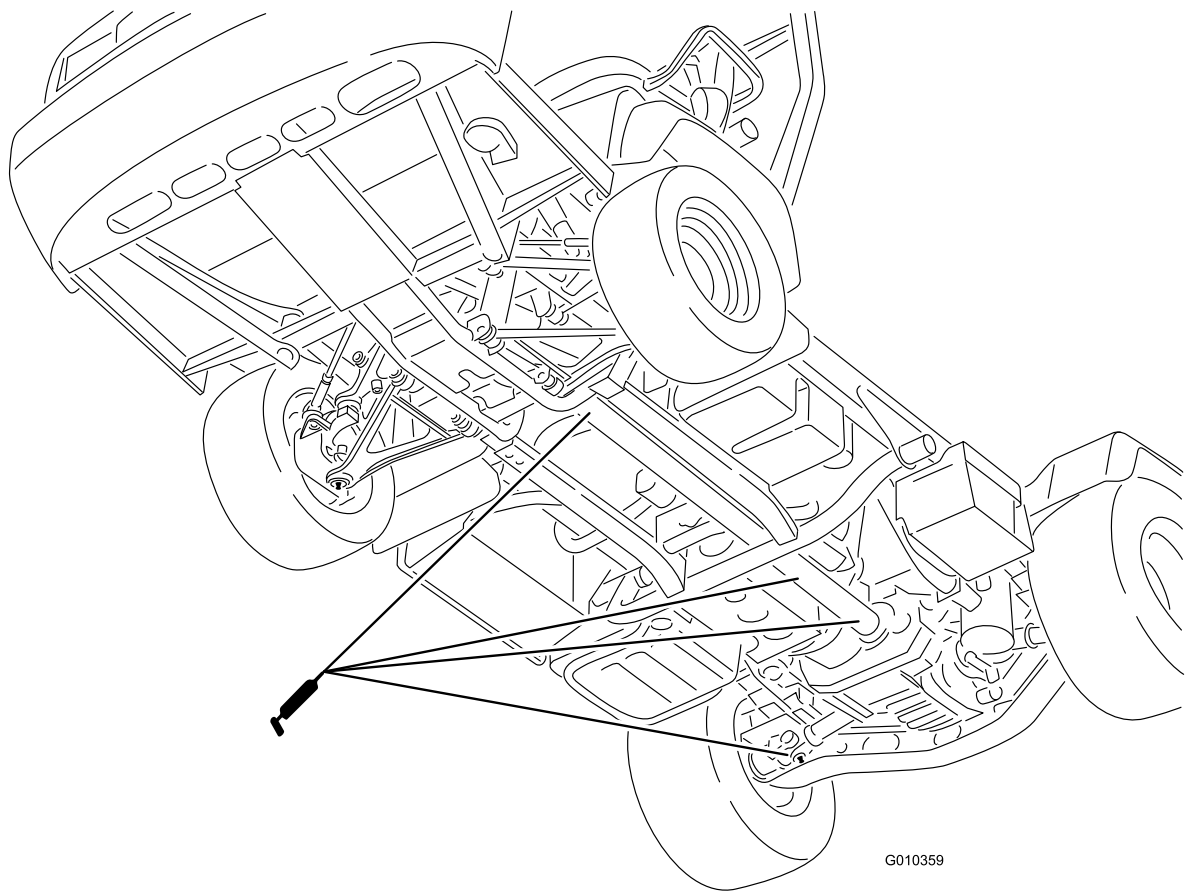

Figure 30
- **Joint de cardan (18);** voir Figure 30
- **Arbre de transmission 4 roues motrices (3);** voir Figure 30